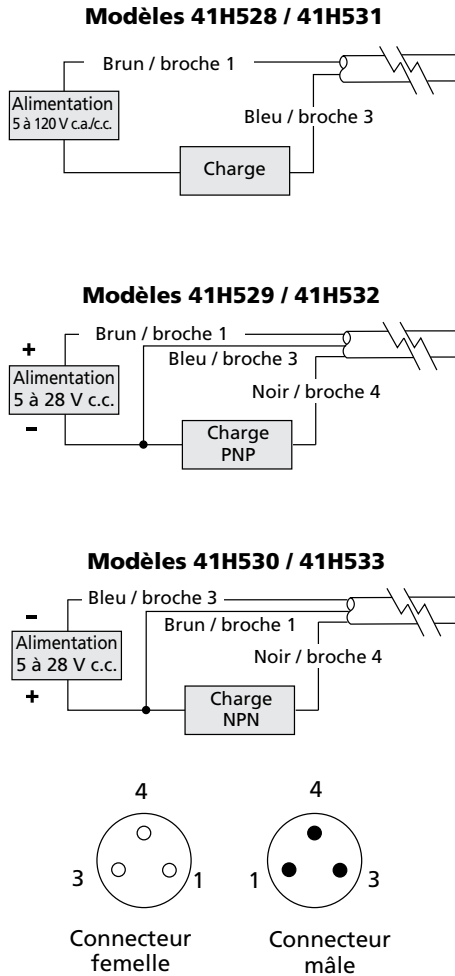

Figure 10 – Installation électrique
2. Connecter le câblage selon la Figure 10, page 3.